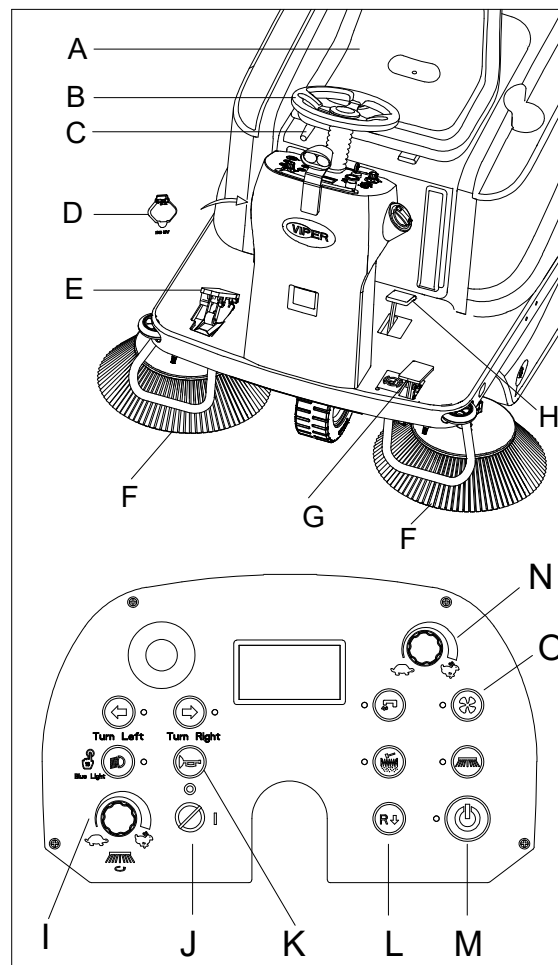

Figura 10
1. Posicione-se no assento do condutor (A, Figura 10) e regule a sua posição com a alavanca (C, Figura 10) de maneira a alcançar facilmente todos os controlos.
O assento do condutor (A, Figura 10) possui um sensor de segurança que permite a condução da máquina apenas com o operador sentado no assento do condutor.
1. Sente-se no assento (A, Figura 10), insira a chave de ignição (J, Figura 10) e gire-a para "I".
3. Pressione o botão de iniciar (M, Figura 10) para ligar a máquina, as escovas laterais e a escova principal são abaixadas para o pavimento automaticamente.
4. Pressione o pedal do acelerador (E, Figura 10), conduza a máquina para a frente ou para trás com o volante (B, Figura 10) e o botão de marcha em frente/marcha-atrás (L, Figura 10). A velocidade de condução pode ser regulada com o botão de ajuste da velocidade (N, Figura 10). As escovas principal/laterais e o motor de aspiração começam a funcionar.
5. Ajuste a velocidade da escova lateral com o botão de ajuste da velocidade da escova lateral (I, Figura 10) com base nos requisitos de limpeza.
6. A porta de carregamento USB (D, Figura 10) pode ser usada para carregar o telemóvel ou pad quando a chave de ignição (J, Figura 10) estiver girada em "I".
7. Pressione o botão de sirene (K, Figura 10) para avisar as pessoas quando necessário.
A escova principal e as escovas laterais (F e H, Figura 10) podem ser abaixadas e levantadas mesmo quando a máquina estiver em movimento. A escova principal e as escovas laterais não giram quando são levantadas.
8. Comece a varrer girando o volante (B, Figura 10) e conduzindo a máquina para a frente com o pedal do acelerador (E, Figura 10).
9. Solte o pedal do acelerador (E, Figura 10) e a máquina para de mover-se.
10. Pressione o botão de iniciar (M, Figura 10) novamente para desligar as escovas, o motor de aspiração e a bomba. A escova principal e as escovas laterais são automaticamente levantadas do pavimento. O sistema de aspiração é desligado após um atraso de vários segundos.
4. Para a recolha de detritos leves e volumosos, levante a pá dianteira premindo o pedal (H, Figura 10); tenha em conta que, enquanto a pá dianteira estiver erguida, a capacidade de aspiração da máquina diminui.